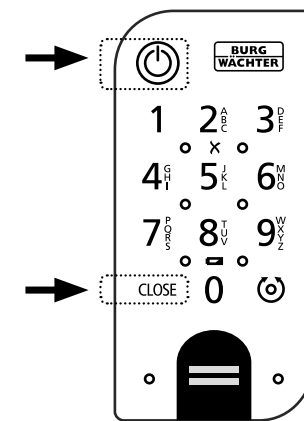

Fig. 7
- 1 Attivare il tastierino premendo il pulsante ON o il pulsante CLOSE (Fig. 7).